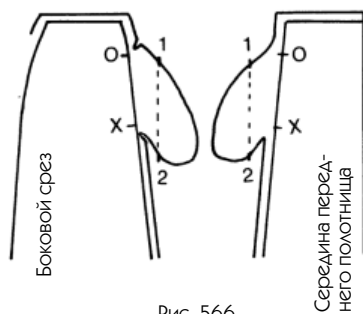

Рис. 566
1. Лекало выглядит так, как на рис. 566.